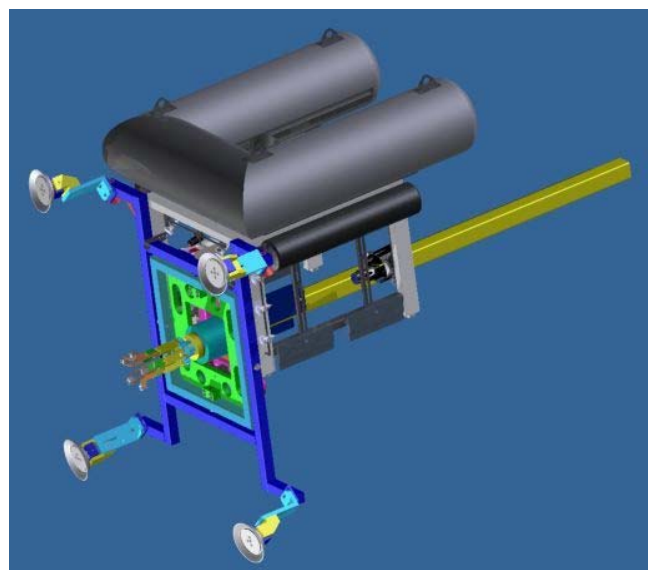

Abb. 8: NPM aufgebaut als schwimmfähige / tauchfähige Einheit (U-Boot)
- Der NPM kann wie ein U-Boot schwimmen und tauchen. In diesem Fall wird der Kran oder eine andere Hebevorrichtung nur benötigt, um den Manipulator ins Becken zu setzen oder herauszuholen. Diese Möglichkeit wurde durch eine Modifikation des existierenden SUSI Steuersystems verwirklicht, so dass der NPM zu den zu prüfenden Stutzen schwimmen kann (Abb. 8). Das Gesamtgewicht des Manipulators mitsamt U-Boot-Vorrichtung beläuft sich auf ca. 300 kg.